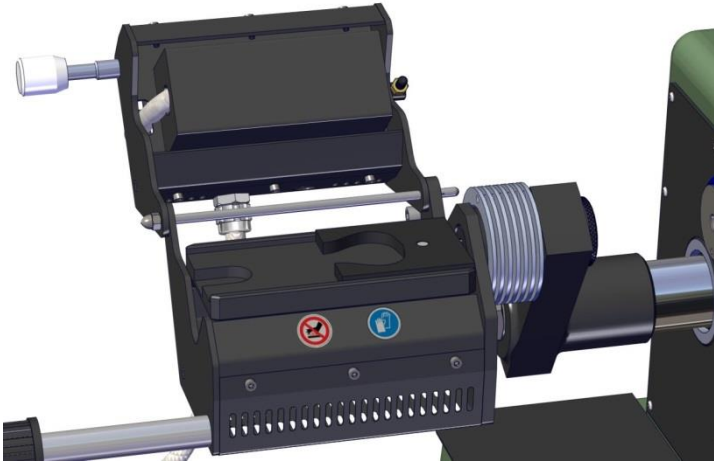

Figure 5.1.1
2. À l'aide de la poignée située sur le côté gauche de la plaque chauffante supérieure, levez cette dernière en position ouverte. Nettoyez tous les résidus de sable sur la surface des deux plaques chauffantes du Bloc Chauffant (Figure 1, N°2). (Si vous effectuez le test alternatif, ignorez élever la plaque supérieure de chauffage et le nettoyage du sable de la surface supérieure.) Enduisez les deux mâchoires et les surfaces des deux plaques chauffantes d'une légère couche d'agent de démoulage adapté à l'utilisation de sables enrobés de fonderie. À l'aide de l'extracteur magnétique, placez précautionneusement la mâchoire droite sur la goupille de positionnement droite, située sur la plaque chauffante inférieure (voir Figure 5.1.1). Mettez le pont en place (Figure 1, N°8), puis, à l'aide de l'extracteur magnétique, insérez la mâchoire gauche sur la plaque chauffante inférieure (voir Figure 5.1.2).
23. Après avoir retiré les éprouvettes de sable brisées, nettoyez les deux mâchoires et enduisez ces dernières ainsi que les surfaces des deux plaques chauffantes d'une légère couche d'agent de démoulage adapté à l'utilisation de sables enrobés de fonderie. À l'aide de l'extracteur magnétique, placez précautionneusement la mâchoire droite sur la goupille de positionnement droite, située sur la plaque chauffante inférieure (voir Figure 5.1.1). Mettez le pont en place (Figure 1, N°8), puis, à l'aide de l'extracteur magnétique, insérez la mâchoire gauche sur la plaque chauffante inférieure (voir Figure 5.1.2).